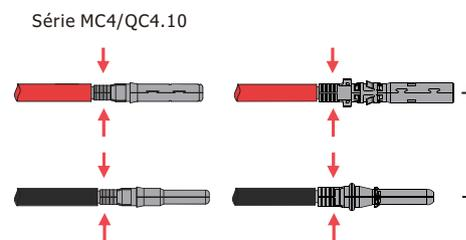

Figure 4.1-2 Câbles PV vers connecteurs PV
Étape 2. Connectez les câbles PV aux connecteurs PV. Voir la figure 4.1-2.